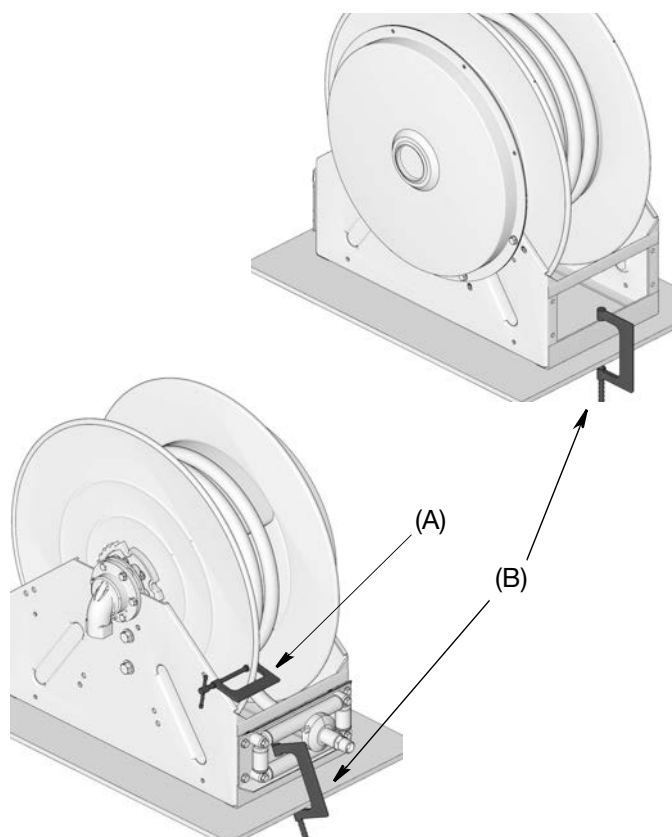

ABB. 22
3. Überkopf- oder wandmontierte Schlauchaufroller müssen außer Betrieb genommen und auf einer flachen Oberfläche gesichert werden (B, ABB. 22), bevor die Ausrichtung des Einlasses geändert wird.
5. Die Arretierung einrasten. Eine Schraubzwinge (A) wie in ABB. 22 dargestellt, fest anbringen, um zu verhindern, dass sich der Aufroller unbeabsichtigt dreht.